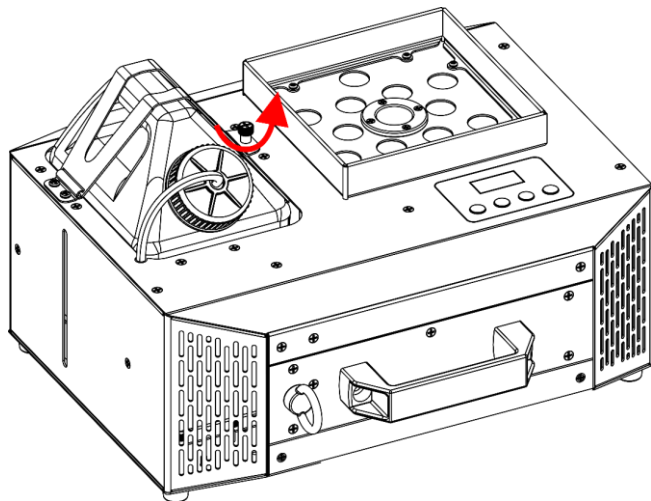

Abb. 38
- 02) Lösen Sie die **Sicherungsschraube für die Tankhalterung (04)**, wie in Abb. 38 gezeigt.